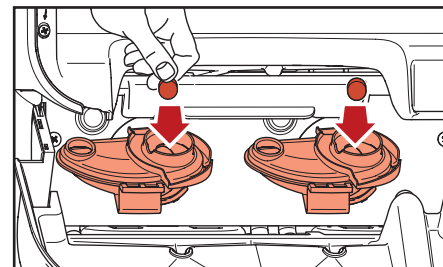

Abb. 5.4- Rinza Reinigungstabletten einlegen
4. Legen Sie eine Rinza Reinigungstablette in jede Mischkammer ein (Abb. 5.4).
- i. Legen Sie eine Rinza Reinigungstablette in jede Mischkammer ein (Abb. 5.4).